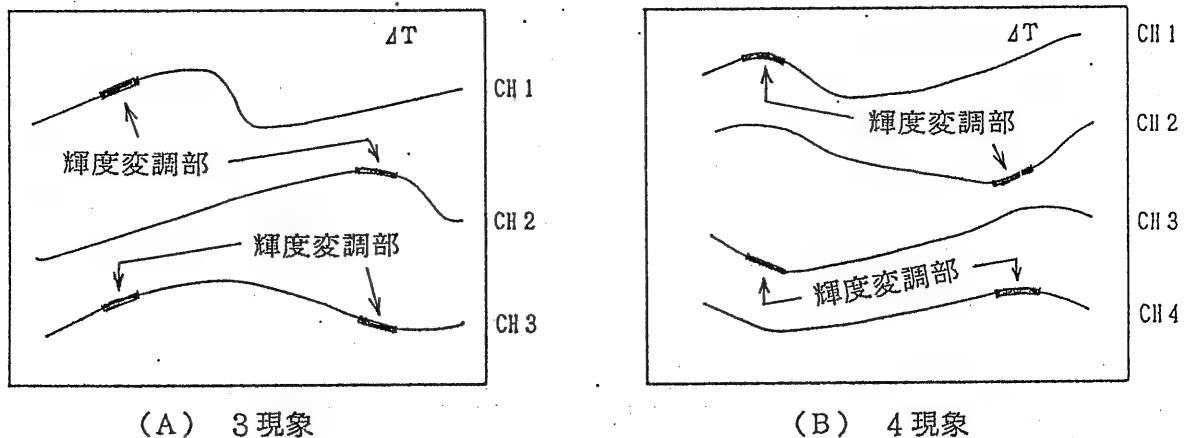

図4-8 多現象遅延掃引
3現象の場合、VERT MODE ㉔ のより左側のチャンネルの2現象にそれぞれ1ヶ所と、残り1現象には2ヶ所、例えば CH1 と CH2 にそれぞれ1ヶ所と、CH3 に2ヶ所現われます。(図4-8 (A)参照)
更に、ADD を加えた5現象時には、ADD 波形上には2ヶ所輝度変調部分が現われます。(図4-8 (B)参照)